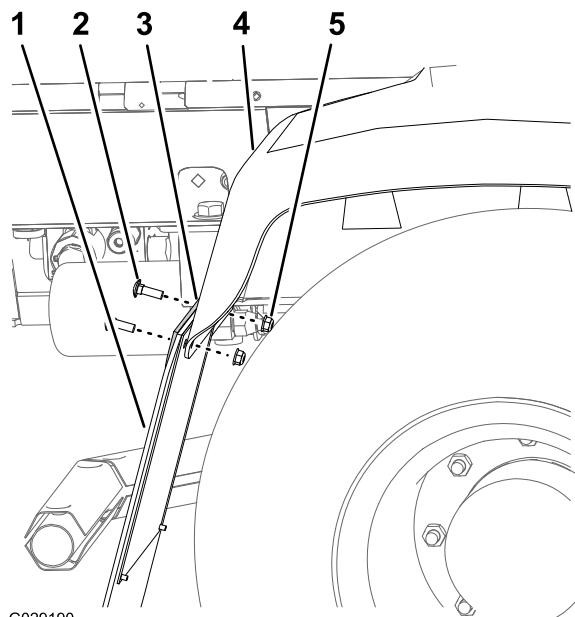

Figura 5
2. Retire os dois parafusos da carroçaria e as duas porcas de bloqueio flangeadas que fixam a proteção de salpicos ao guarda-lamas traseiro e guarda-lamas traseiro direito (Figura 5).